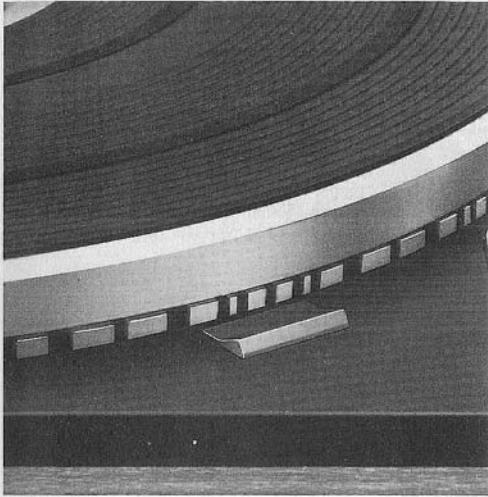

Fig. 24
Mit der Tonhöhen-Abstimmung lassen sich Tonlage und Tempi der Wiedergabe individuell regeln, z.B. wenn ein Instrument zur Schallplatte gespielt wird und die Tonhöhe der Platte darauf abgestimmt werden soll, oder einige Musikakte genau auf die Länge einer Filmszene gebracht werden sollen. Die genaue Einstellung der Plattenteller-Drehzahl 33 1/3 U/min kann mit Hilfe der beleuchteten Stroboskop-Teilung des Plattenteller-Außenrandes auch während des Spieles kontrolliert werden (Fig. 24).
Each of the two standard speeds (33 1/3 and 45 rpm) can be varied with the pitch control (2). Adjustment is made with pitch control knob (2). Adjustment range at 33 1/3 rpm approx. 1 semitone (6%). The illuminated strobe mechanism can be used to adjust the exact speeds for 33 1/3 while a record is playing (Fig. 24). When the turntable rotates at exactly 33 1/3 no movement of the bars is observed. If the bars appear to advance in the same direction as the turntable the turntable speed is too high. If the bars appear to retreat, the speed is too low. **Note:** when speed is exact fa 33 1/3 rpm, it will also be exact for 45 rpm.
Le réglage précis des vitesses de plateau 33 1/3 tr/mn peut être contrôlé à l'aide du stroboscope à lampe des divisions du bord extérieur du disque, même pendant l'audition (Fig. 24).